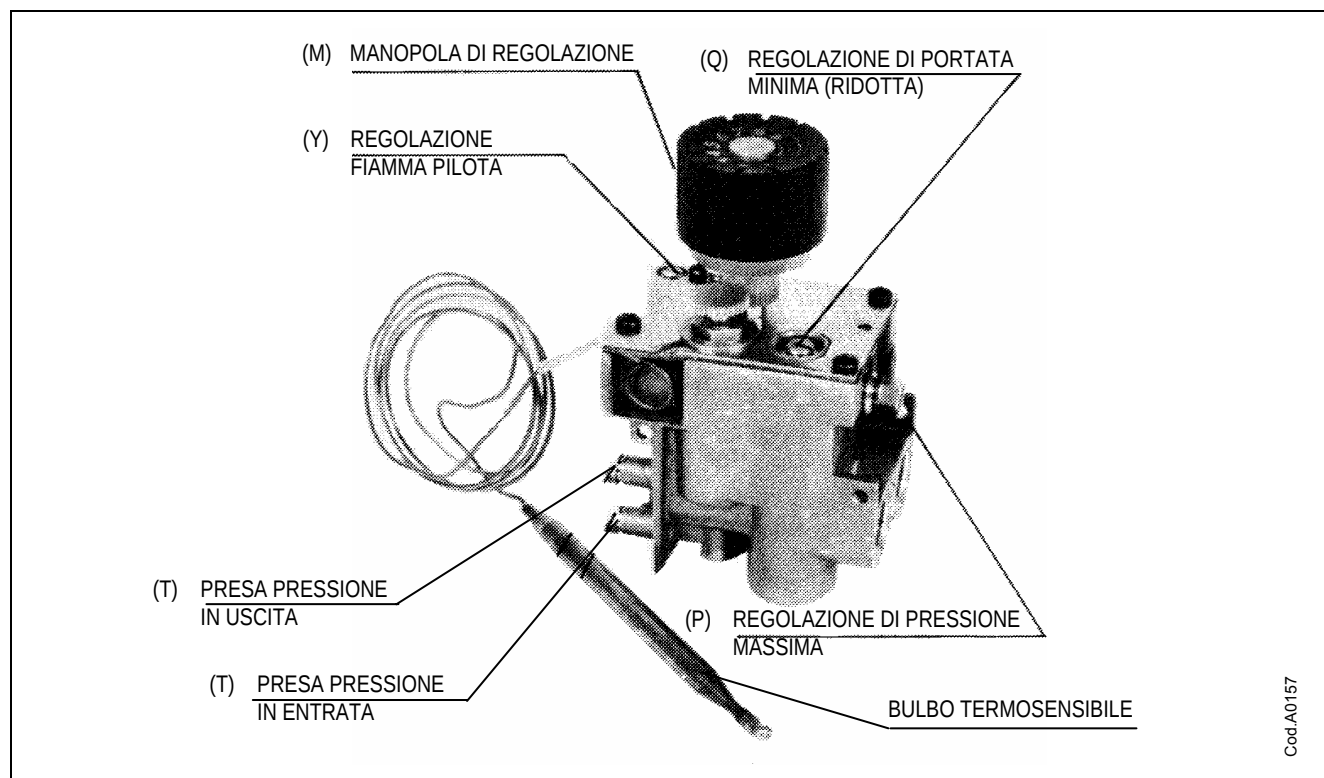

Figura 10 – VALVOLA EUROSIT
Il radiatore a gas è predisposto per l'utilizzo di gas naturale e le regolazioni vengono già effettuate durante la prova di collaudo in fabbrica. La valvola gas è della ditta SIT modello EUROSIT (vedi Figura 10). Eventuali messe a punto definitive potranno essere eseguite sul posto seguendo le indicazioni di seguito riportate.
1. Collegare un manometro alla presa pressione in uscita (T) posta sulla valvola (vedi Figura 10).
3. Per aumentare la pressione agire sulla vite di regolazione portata massima (P) in senso orario.
4. Per diminuire la pressione agire sulla vite (P) in senso antiorario fino a riportarla al valore previsto.